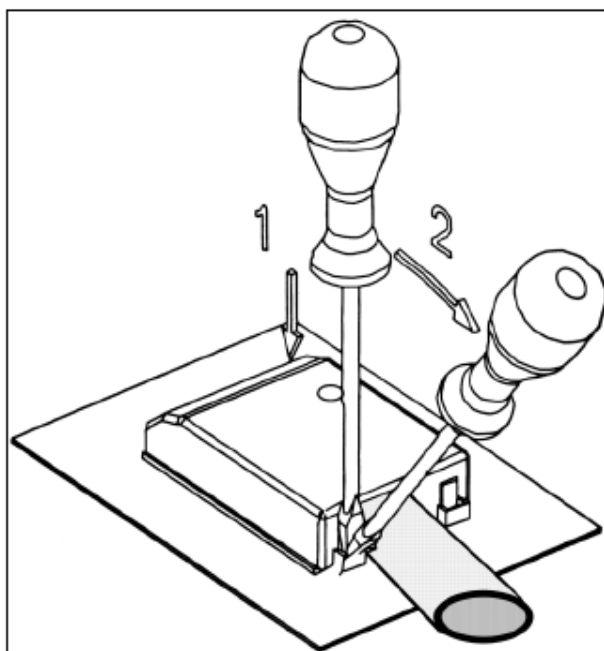

Рисунок 12 – Колодка клеммная
4.6 Демонтаж колодки клеммной (рисунок 12)